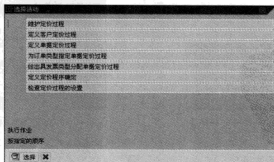

图 8-52 “选择活动”对话框
STEP 1 在命令栏输入 SPRO 命令，通过菜单选择“销售和分销→基本功能→定价→定价控制→定义并分配定价过程”选项，弹出“选择活动”对话框，如图 8-52 所示。